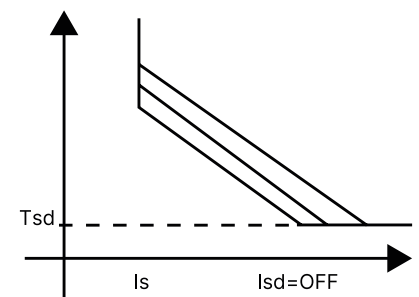

Рисунок 3
- 3 Когда $I_s = \text{ON}$, $I_{sd} = \text{OFF}$ микропроцессорный блок (расцепитель) работает с обратнозависимой выдержкой времени и имеет время-токовую характеристику IDMT (рис. 3)